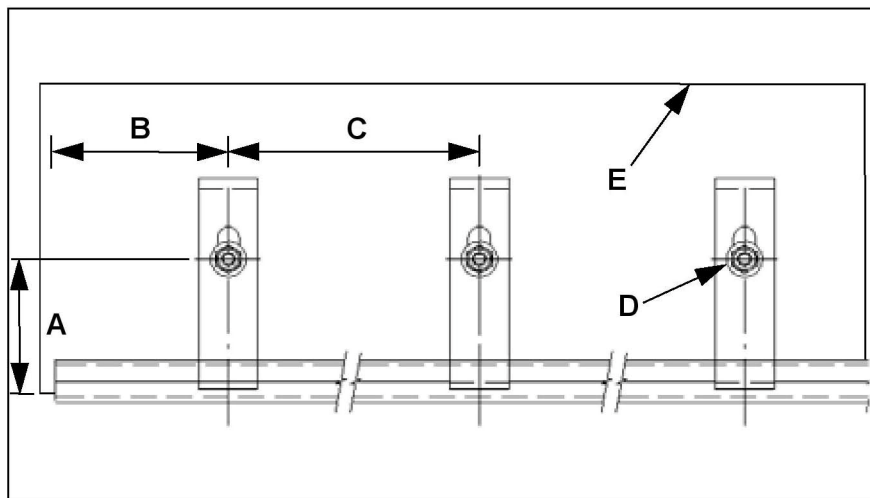

Рис. 2: Расположение угловых зажимов, вид сбоку
2. Проведите линию 162 мм (180 мм при установке лотковой роликоопоры под углом 45°) на стенке желоба (E, рис. 2) параллельно и над нижним краем стенки желоба (A, рис. 2).
3. Сделайте отметку вдоль этой линии, начиная с 150 мм (B, рис. 2) от конца стенки желоба через каждые 305 мм (C, рис. 2).
4. Приварите болты M12 вертикально по отношению к этим отметкам (D, рис. 2).
3. Зафиксируйте верхнюю часть вспомогательной уплотнительной прокладки на стенке желоба с помощью углового зажима производства компании Martin Engineering (или аналогичного). При этом убедитесь, что угол установки углового зажима (стр. 14, рис. 2) находится в середине уплотнения краев.